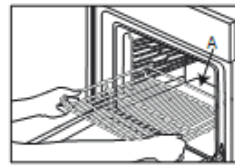

Fig. 1A
1. Sett risten inn horisontalt, med den opphøyde delen "A" vendt oppover (Fig. 1A, Fig. 1B)